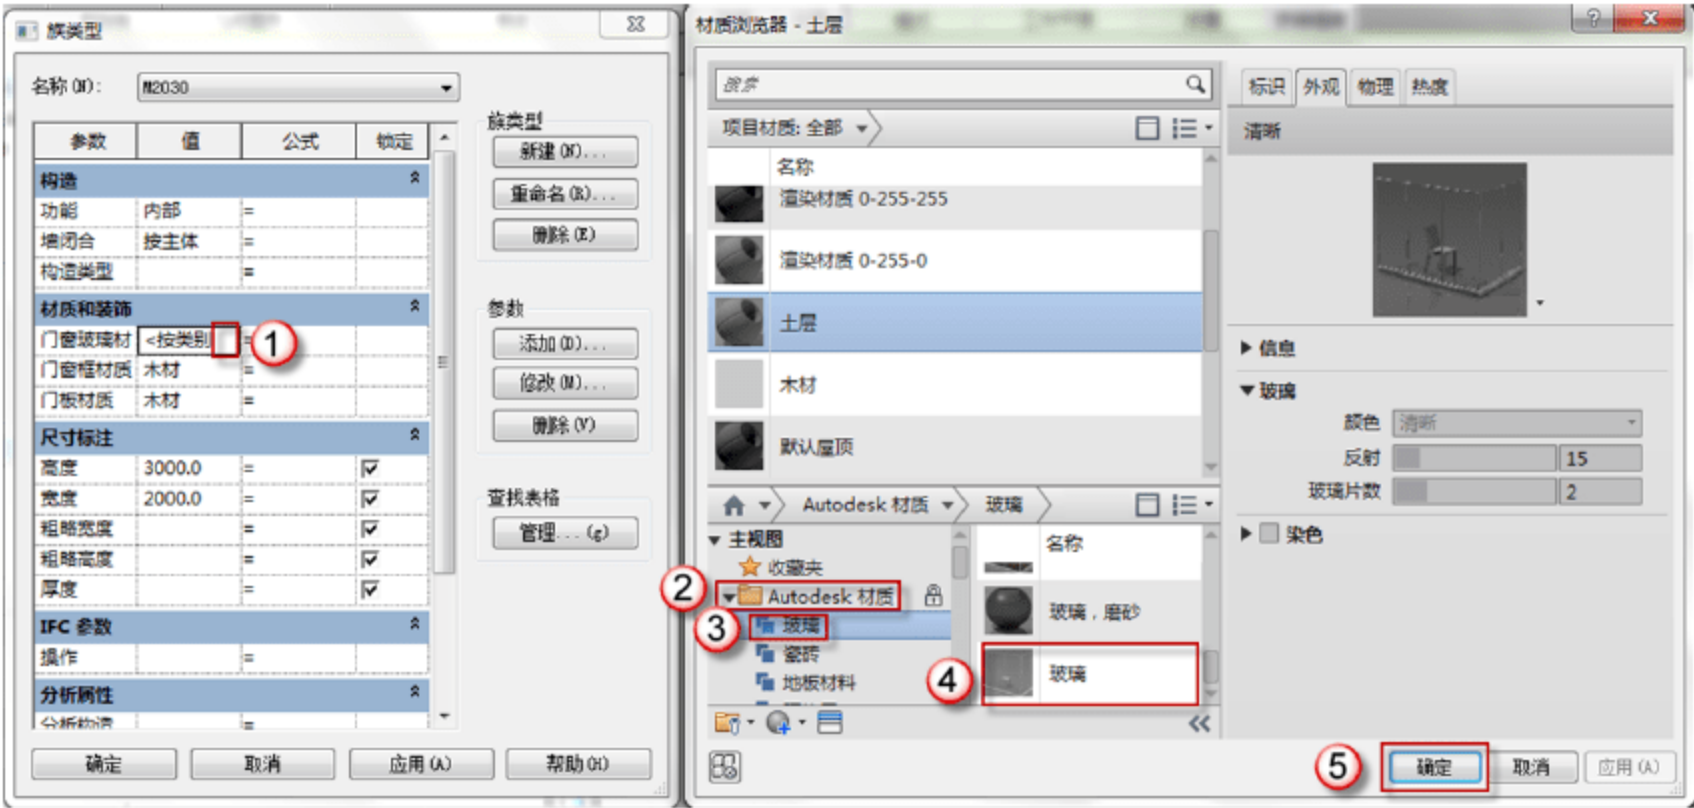

图 7.1.43 编辑门窗玻璃材质
(11) 编辑材质。单击“族类型”按钮，弹出“族类型”对话框，单击“材质和装饰”栏“门窗玻璃材质”后的“<按类别>”按钮，弹出“材质浏览器”对话框，选择“主视图”→“Autodesk 材质”→“玻璃”→“玻璃”选项，双击“玻璃”材质将其添加到“文档材质”。选择“文档材质”中的“玻璃”材质，单击“材质浏览器”对话框中的“确定”按钮，如图 7.1.43 所示。